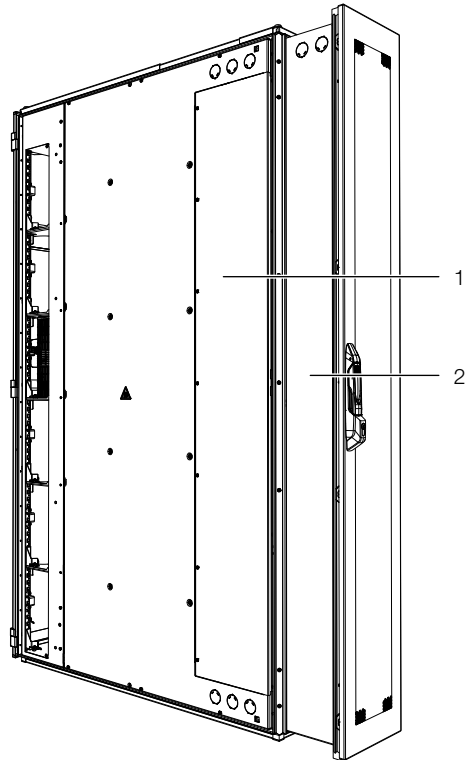

Abb. 35: Adapter am LCP Inline
- Adapter (Abb. 35, Pos. 2) an der rückseitigen Öffnung des LCP Inline mit jeweils vier der beigelegten Schrauben (Abb. 35, Pos. 1) links und rechts befestigen.